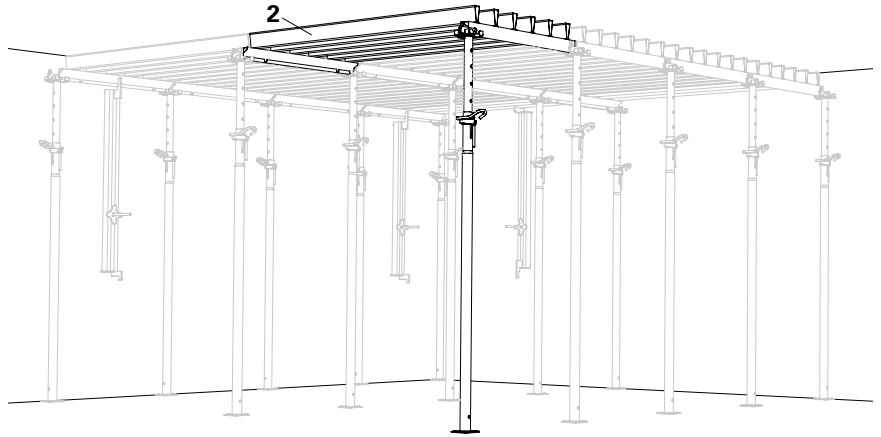

Fig. A4.14
- Coffrer avec l'élément standard GFP (2) jusqu'à la compensation.
- (Fig. A4.14)
- Placer en retrait les derniers étais (1) au niveau de l'élément standard GFP (blanc), avant la compensation en largeur (voir Compensations A5).